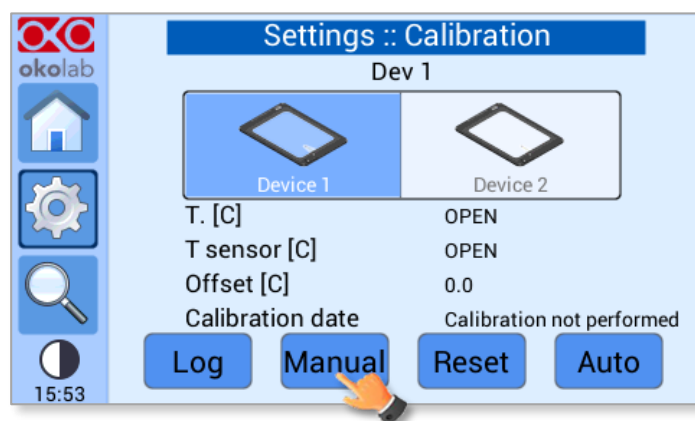

Figura 39. Calibración manual del dispositivo calefactor. Cómo iniciar la calibración manual
- 2 Pulse *Manual*, como se indica en la figura 39.